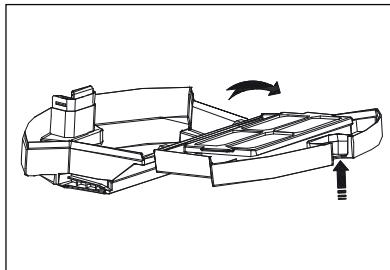

Abb. 8
- 2) Drücken Sie die Entriegelungstaste **⑯** des Staubbehälters **⑯** und klappen Sie ihn auf (siehe Abb. 8).